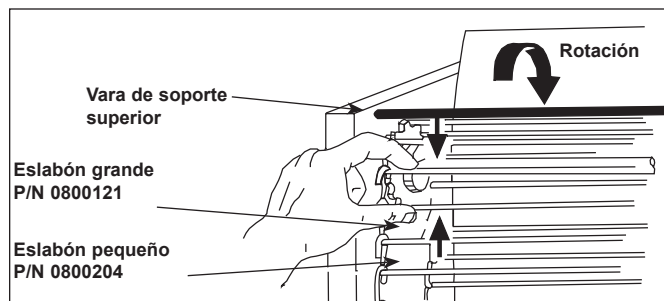

Figura 14. Desmontaje de la correa del transportador
Después de un tiempo, se desgastan los eslabones de la cadena del transportador y se estira la cadena de la correa, ulteriormente saliéndose de las ruedas dentadas. Esto se soluciona fácilmente al quitar uno o más eslabones del transportador de cada lado de la correa. Hay dos eslabones pequeños de 12.7 mm (1/2") a cada lado de la correa del transportador. El resto de los eslabones son grandes, 19 mm (3/4") de largo (Figura 14).
2. Desconecte la cadena de la correa del transportador apretando un par de eslabones juntos y desenganchando ambos extremos de uno (Figura 14).
2. Ponga la cadena de repuesto sobre las ruedas dentadas con los extremos de gancho hacia abajo. Revise si la posición está correcta (Figura 14)
**NOTA:** Los extremos de los ganchos deben apuntar hacia abajo. (Figura 14).